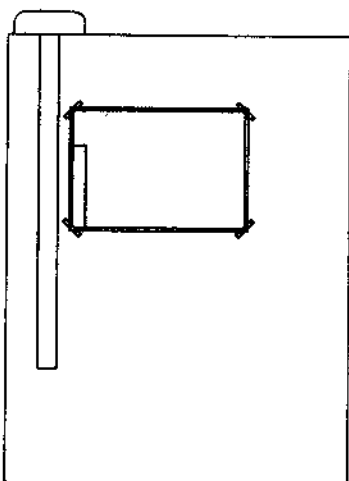

图1
- (1) 固定图纸：将图纸用透明胶带固定在图板上，为便于丁字尺使用，图纸应靠近图板的左下角，并且图纸下边与图板底边之间的距离应大于丁字尺的尺宽，如图1所示。